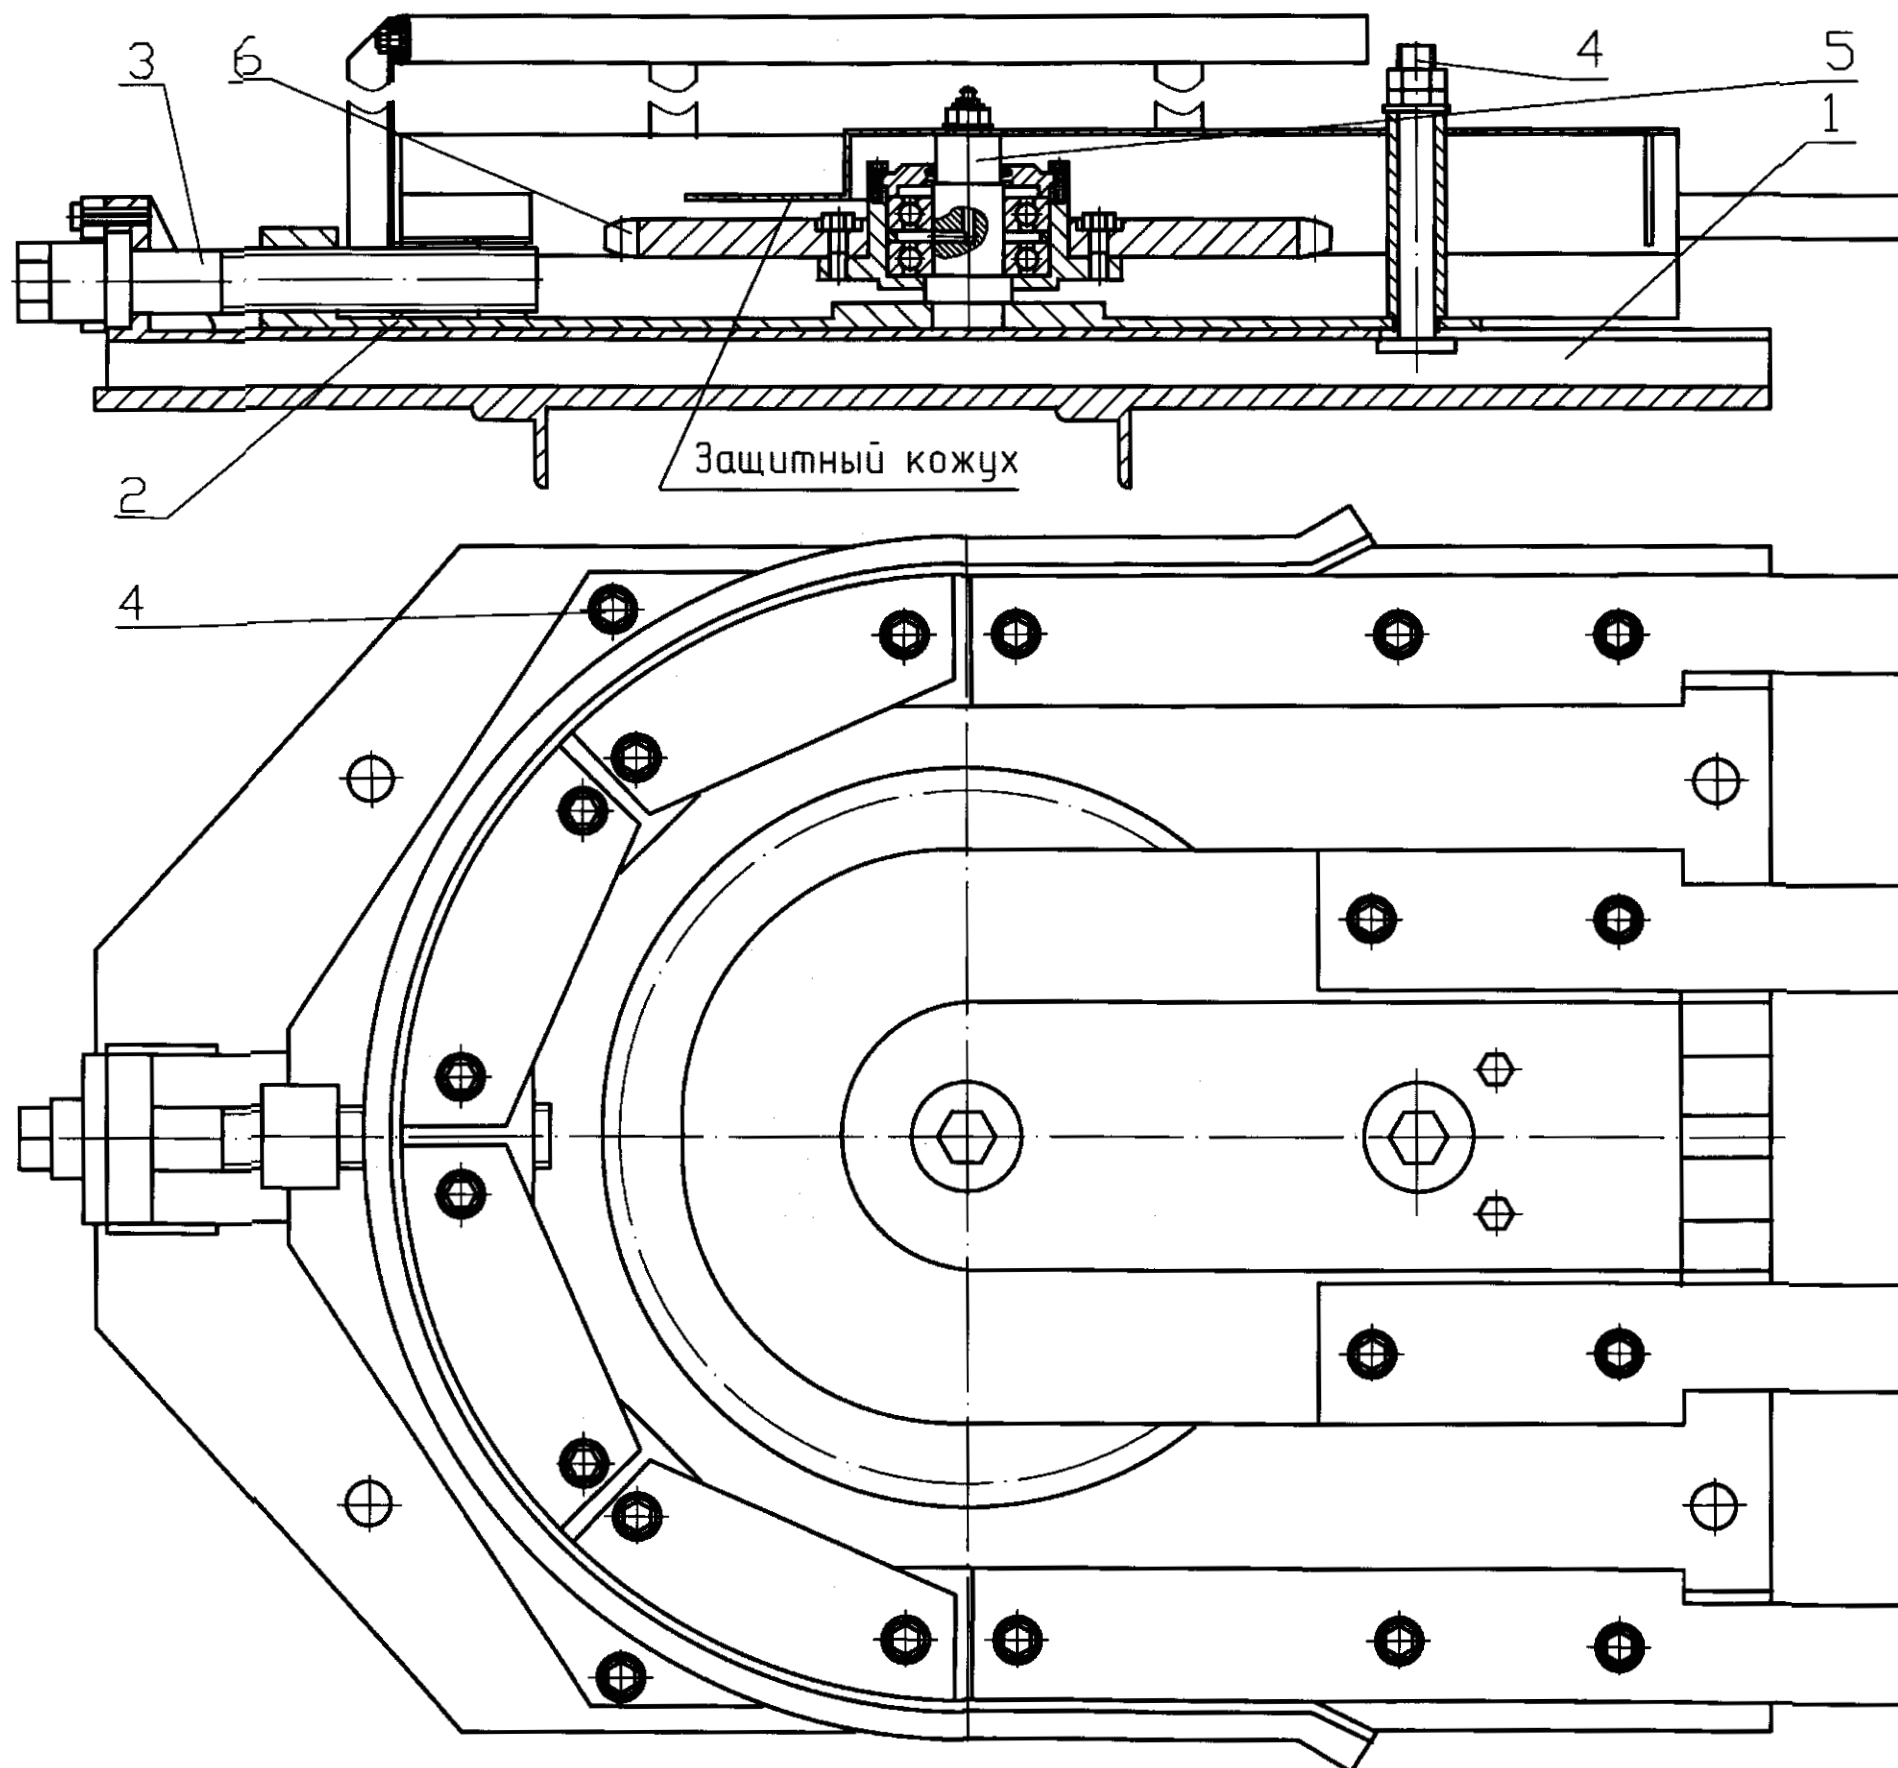

Рисунок 6
4.4 Станция натяжная (рисунок 6) предназначена для натяжения цепи конвейера и компенсации вытяжки цепи при ее приработке. Станция состоит из рамы 1 и каркаса 2, перемещающегося винтовым натяжным устройством 3. Для стопорения каркаса после натяжения имеются три болтовых соединения 4. На вертикальной оси 5 каркаса на шарикоподшипниках установлена звездочка 6. В поворотных и натяжной станциях устанавливается унифицированная звездочка. Смазка подшипников натяжной станции осуществляется таким же образом, как в поворотных станциях.
- 3) проверить натяжение цепи, в случае необходимости отрегулировать натяжение винтом натяжным натяжной станции (рисунок 6 поз.3).